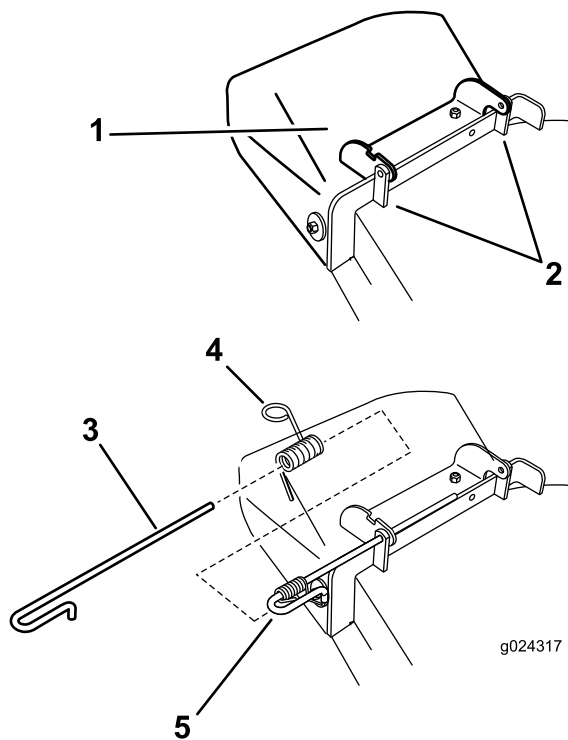

Figura 67
1. Retire la chaveta del extremo de la varilla (Figura 67).
2. Desenganche el muelle de la muesca del soporte del deflector, y retire la varilla de los soportes soldados de carcasa, el muelle y el deflector de descarga (Figura 67).
3. Coloque el nuevo deflector de descarga con los extremos de los soportes entre los soportes soldados de la carcasa (Figura 67).
7. Instale la chaveta en el extremo de la varilla (Figura 67).